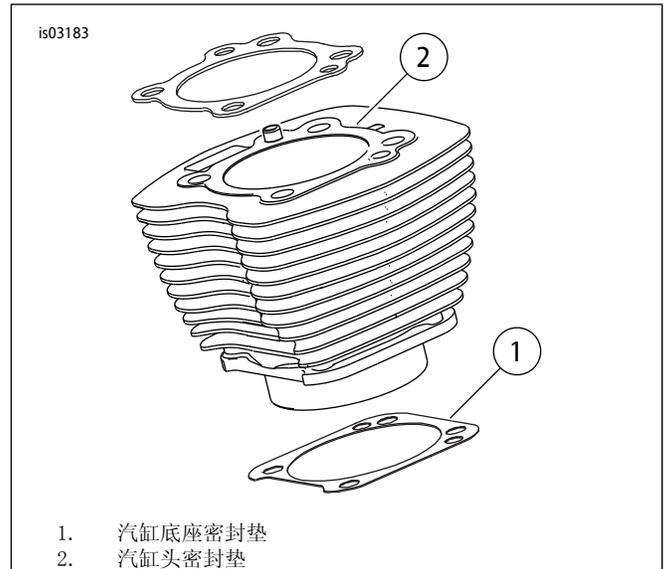

图1. 汽缸密封垫
- 参见图1。103.1 mm (4.060 in)汽缸底座密封垫(1)和汽缸头密封垫(2)无需使用O形环。切勿在汽缸销或汽缸套管上使用O形环。